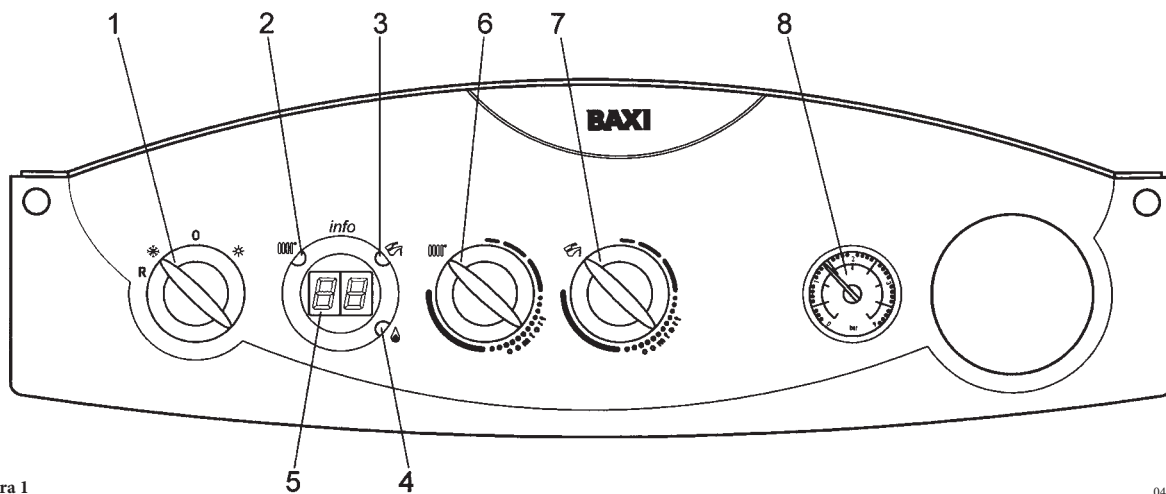
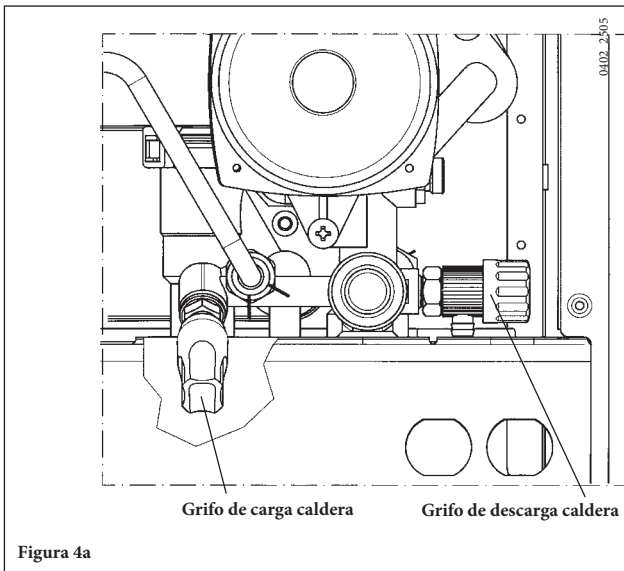

Figura 1
Figura 4a
**IMPORTANTE:** controlar periódicamente que la presión, leída en el manómetro (8 - figura 1), con la instalación fría, sea 1 - 1,5 bares. En caso de sobrepresión actuar sobre el grifo de descarga caldera. Si es inferior, actuar sobre el grifo de carga de la caldera (figura 4a o 4b).